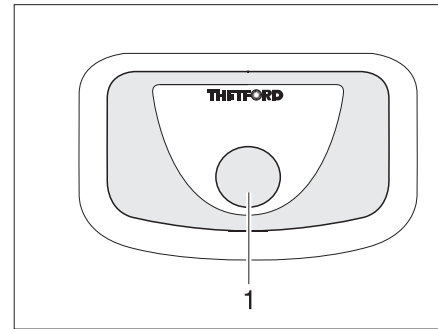

Bild 133 Spülknopf Thetford-Toilette
- Zum Spülen den blauen Spülknopf (Bild 133,1) drücken.